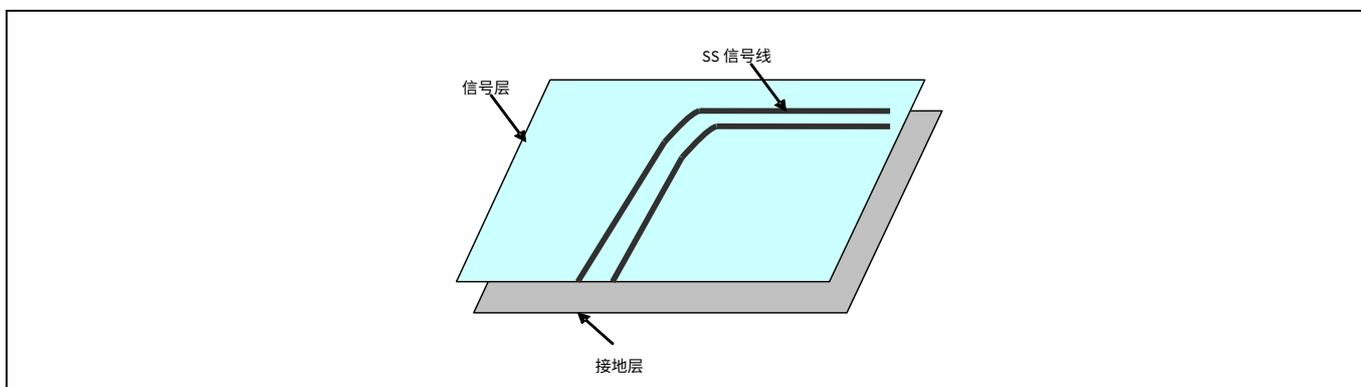

Figure 19 SuperSpeed 信号线下方的实心接地层
- 需要将所有 SS 信号线完全路由在邻近层的实心接地层上面。拆分 SS 信号下方的接地层会增大环路电感，使得阻抗不匹配并增加电气辐射。Figure 19 显示的是 SuperSpeed 信号线下方的接地层。